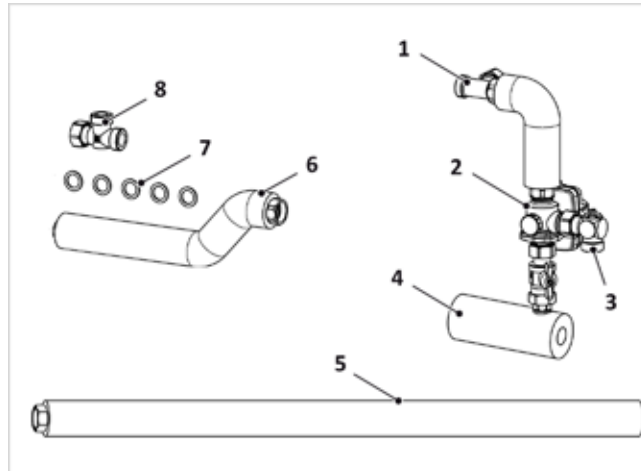
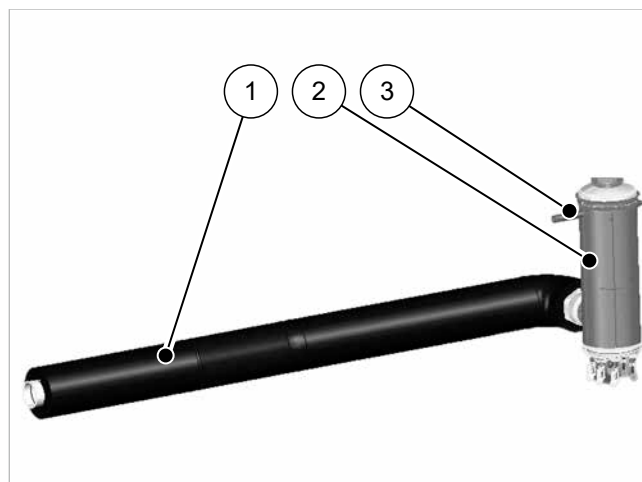

Fig. 12: Pacchetto di montaggio valvola a 3 vie LM WP
Fig. 17: Cartuccia di riscaldamento con tubo di mandata PC
Nella combinazione SolvisMax Solo con SolvisMia o SolvisLea Eco, il modulo di carica WP-SL-VSG è dotato di una cartuccia di riscaldamento i (HPT) da integrare nella mandata della pompa di calore. Questo "kit di montaggio LM WP-SL HPT" (→ Fig. 17) sostituisce qui il "Tubo di collegamento WP-VL", vedi → Fig. 12 (5).